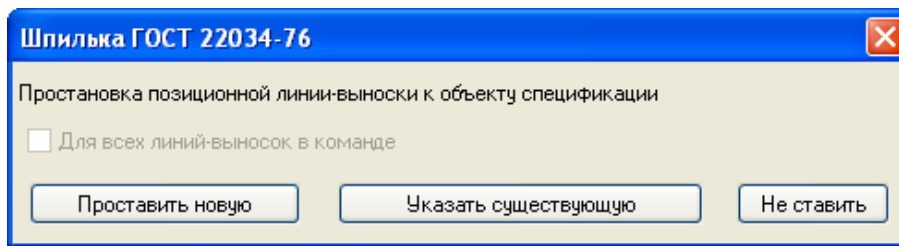

Рисунок6 – Окно простановки позиционной линии-выноски
4. После появления диалогового окна простановки позиционной линии-выноски (Рисунок6):